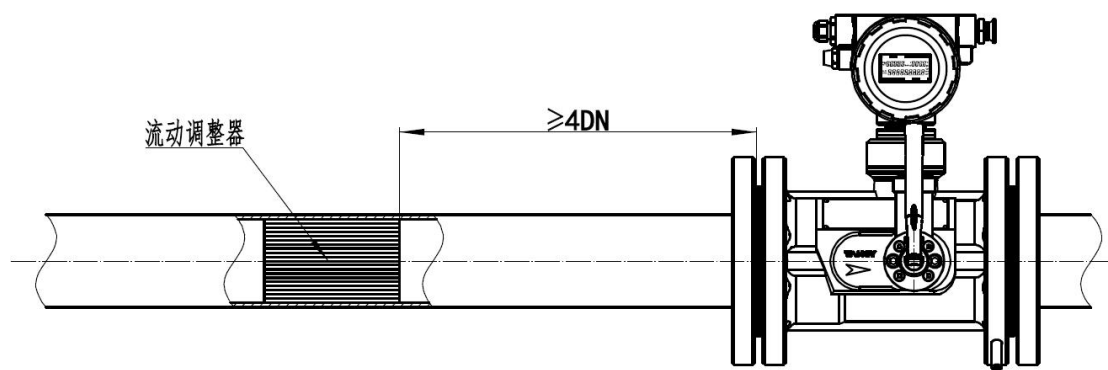

图 7 超强扰动时流量调整器安装图
- 5.5.4 流量计本身配置性能优良的内置式整流器，对于如标准 GB/T 18940/ISO 9951《封闭管道中气体流量的测量涡轮流量计》所述的低水平扰动情况，须保证前直管段 $\geq 2DN$ ，后直管段 $\geq 1DN$ ；对于标准所述的高水平扰动，须保证前直管段 $\geq 10DN$ ，后直管段 $\geq 5DN$ ；对于超强扰动源如产生强烈偏心出口喷射流的调压器等，建议在流量计上游安装流动调整器（流动调整器应符合 GB 2624.2 要求），整流器出口到流量计入口连接端 $\geq 4DN$ ，如图 7 所示。